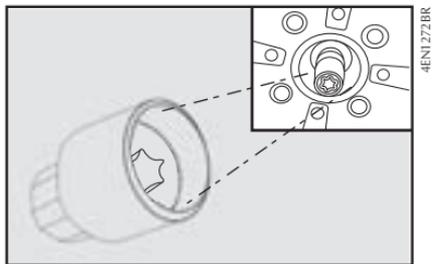

fig. 18
- Algunas versiones disponen de dispositivo antirrobo para la rueda de repuesto. Saque de la bolsa portaherramientas la llave específica **fig. 18**, que desbloquea el mecanismo antirrobo.
Para destrabar la rueda de repuesto, encaje la extremidad de la llave antirrobo **fig. 18** en el mecanismo antirrobo y la otra extremidad en la llave de rueda en dotación al vehículo, para posteriormente girar todo el conjunto en sentido antihorario.